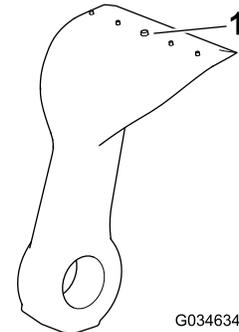

Figura 76
5. Controllate ogni lama per escludere usura eccessiva utilizzando la linea di usura (Figura 76). Quando una lama è usurata fino alla linea di usura, sostituirla.